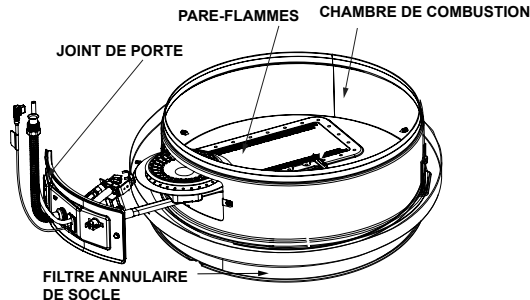

FIGURE 29.
1. Au moins une fois par année, vérifier si de la poussière ou des débris se sont accumulés sur le filtre annulaire de socle (Figure 29). **REMARQUE :** Si le chauffe-eau est installé dans un endroit propice à l'accumulation de charpie et de saleté, il peut être nécessaire d'augmenter la fréquence d'inspection du filtre annulaire de socle.
2. À l'aide d'un aspirateur ordinaire ou d'atelier, ramasser tous les débris dans la chambre de combustion (Figure 29). À l'aide d'un jet d'air comprimé, enlever aussi la poussière ou les débris pouvant s'être accumulés sur le pare-flammes.